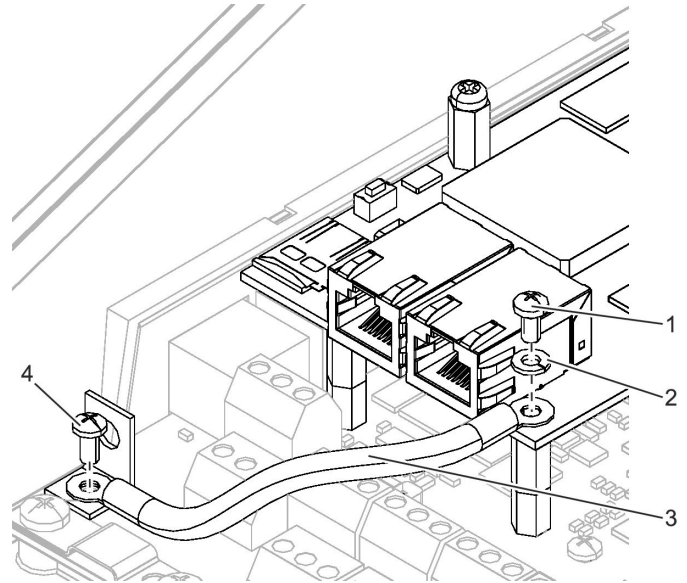

Fig. 51 : Fixation du câble de terre
4. Fixez le câble de terre (Fig. 51 /3) avec la vis de fixation (Fig. 51 /1) et la rondelle (Fig. 51 /2) sur le module EM-IP.
5. Fixez l'autre extrémité du câble de terre (Fig. 51 /3) avec une vis de fixation (Fig. 51 /4) sur la fiche de terre sur le circuit imprimé principal.